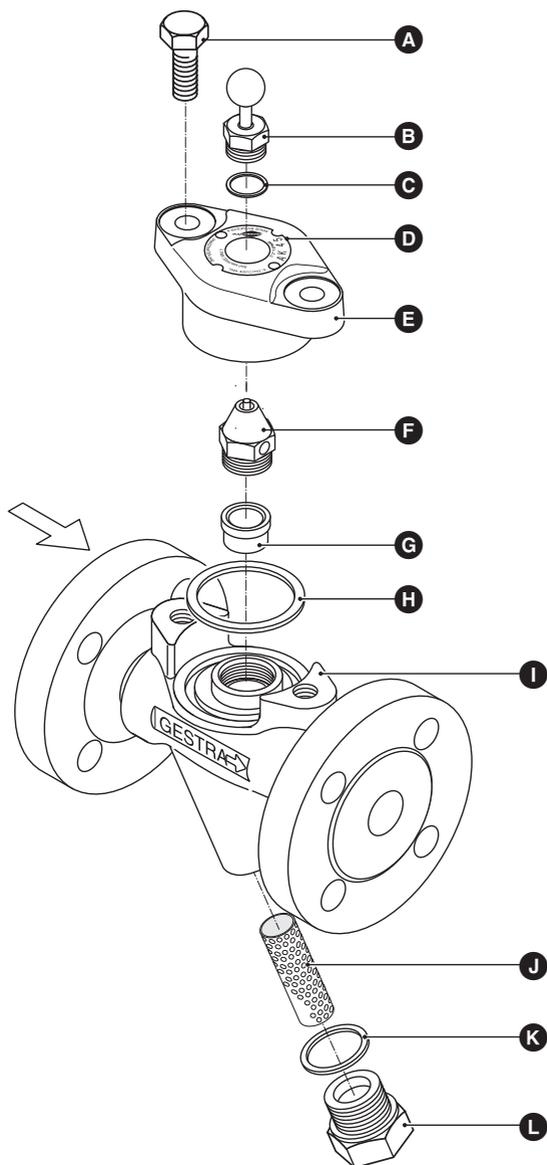

Fig. 2
2. Destornillar los tornillos de carcasa **A** y retirar la tapa **E** de la carcasa **I**. **Fig. 2**